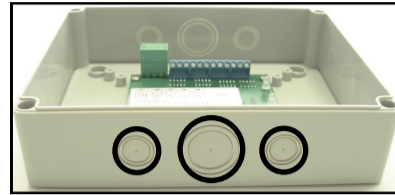

Figura 7 - locazione delle entrate removibili prestampate per i cavi esterni
3. La scatola del multi-modulo è progettata con tre entrate removibili prestampate, presenti su tutti i lati, che permettono ai cavi del loop e dei dispositivi ausiliari, isolati ed assiemati ad adeguati premistoppa, di essere connessi al multi-modulo stesso, e, allo stesso tempo, di preservare il suo grado di IP nativo (figura 7). Assiemare il/i premistoppa ai cavi.